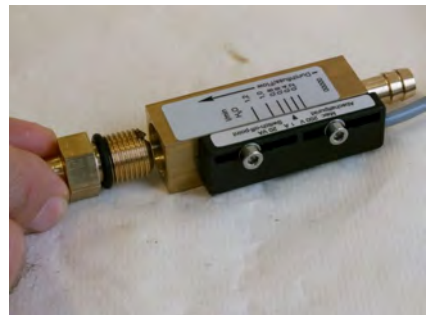

Abb. 28: Verschraubung (Ausgang) einsetzen
6. ➔ Verschraubung (Ausgang) in den Gerätekörper (Ausgang) einsetzen (Abb. 28)